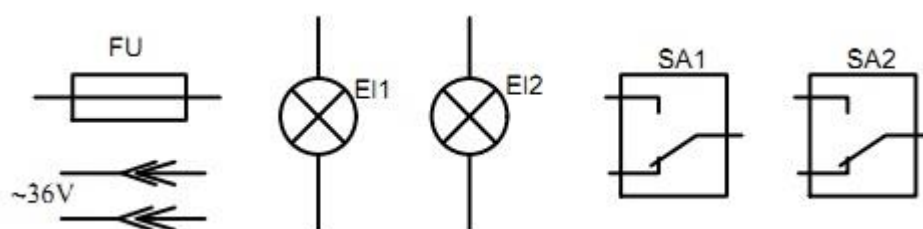

Рис. 1
1. По данному образцу (Рис. 1) разработайте электрическую схему управления подсветкой, работающей вполнакала ($\frac{1}{2}$ яркости) и с возможность управления её с двух мест.